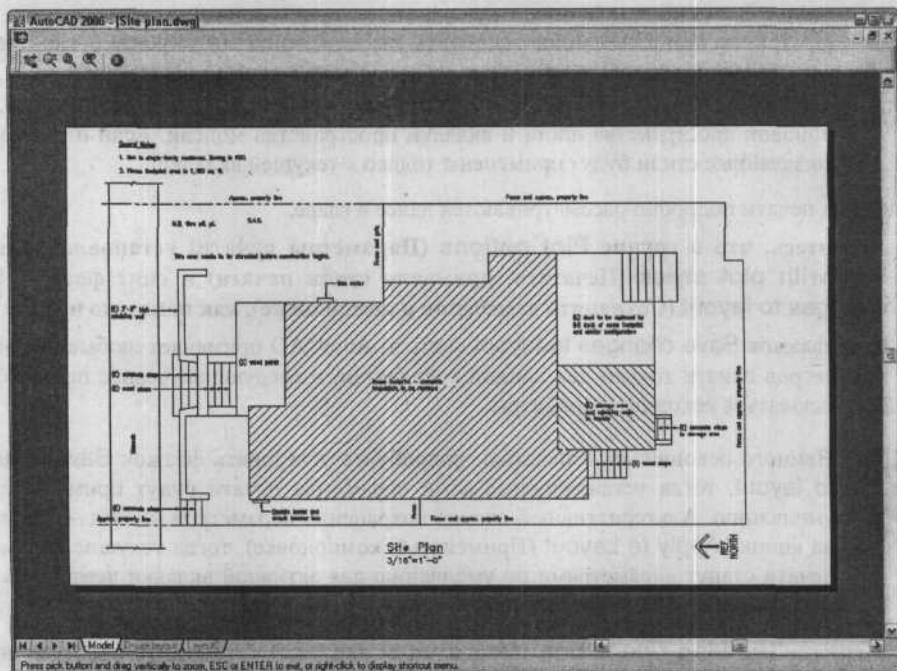

Рис. 12.4. Режим полного предварительного просмотра распечатки чертежа
14. Щелкните на кнопке **Preview** (Предварительный просмотр) и посмотрите, как выглядит распечатка (рис. 12.4). Проверьте ориентацию и размеры чертежа. Щелкните правой кнопкой мыши и выберите команду **Exit** (Выход), чтобы вернуться к диалоговому окну **Plot**.